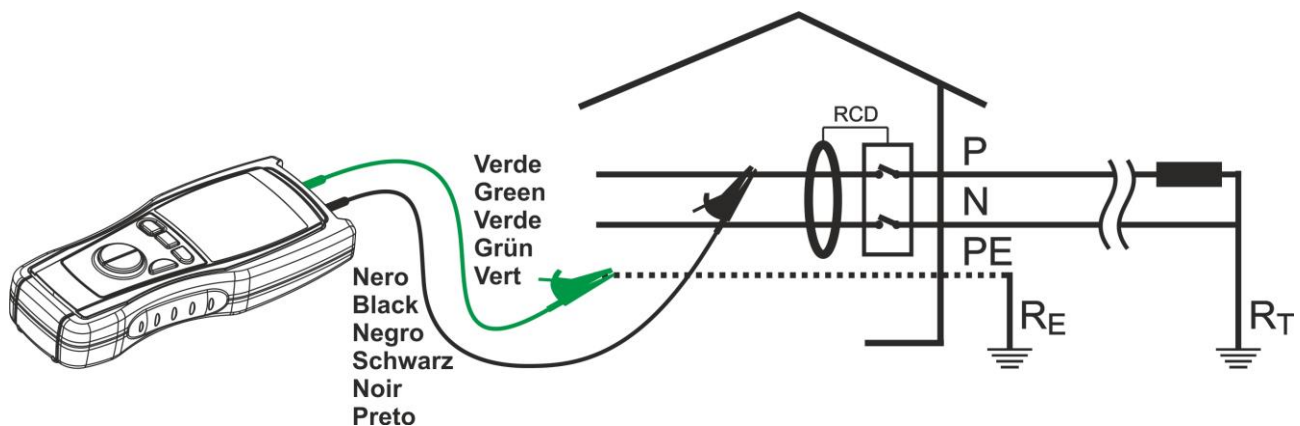

Fig. 12: Connessione dei terminali dello strumento
6. Collegare il terminale verde dello strumento al conduttore di protezione (terra) ed il conduttore nero al cavo di fase a valle del differenziale da testare (vedere Fig. 12)